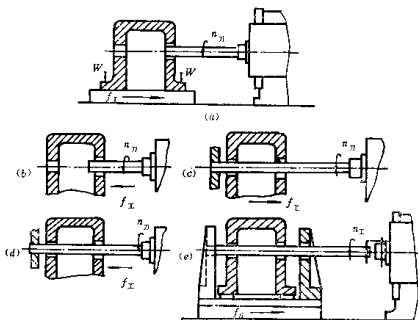

图 I-4-3
18. 在卧式镗床上加工箱体孔时，可采用如图 I-4-3 所示的各种方案：如工件进给（图 a）；镗杆进给（图 b）；工件进给，镗杆加后支承（图 c）；镗杆进给，并加后支承（图 d）；采用镗模夹具工件进给（图 e）等。若只考虑镗杆受切削力变形的影响时，试分析各种方案加工后箱体孔的加工误差。